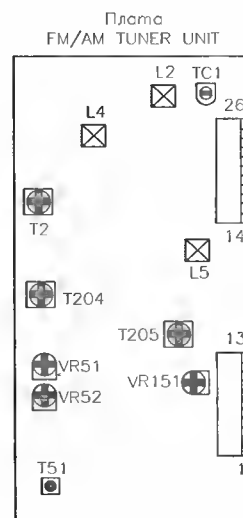

Рис. 1.13. Расположение контрольных точек и органов регулировки модуля TUN501
Расположение контрольных точек и органов регулировки модуля TUN501 приведено на рис. 1.13.
4. Установить подстроечный резистор TC1 в положение, показанное на рис. 1.13.